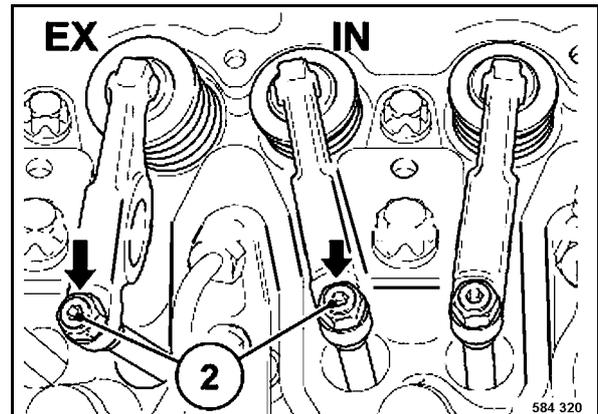
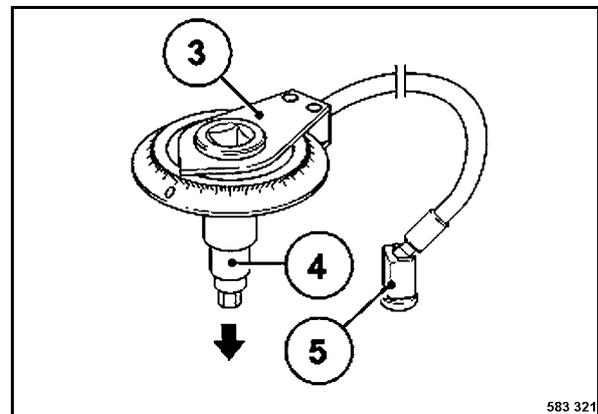

Fig. 198
Fig. 199
- Applicare il disco angolo di rotazione 3 (Fig. 199) e l'utensile per chiave a tubo (4) sulla vite di registrazione valvola 2 (Fig. 198).
- Fissare il magnete (5) del disco angolo di rotazione.